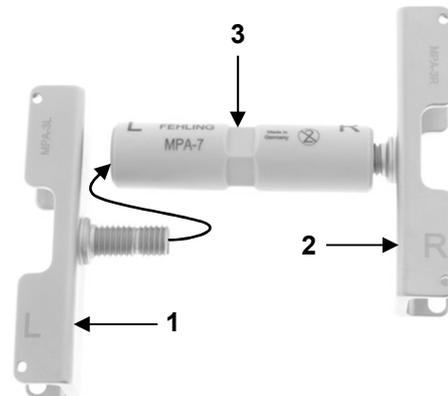

Abb. 13: Sternumoffenhalter mit einseitig montiertem Sternumblatt
Jeweils ein passendes Sternumblatt mit Linksgewinde (1) und Rechtsgewinde (2) bis zum Anschlag in die PEEK-Mutter (3) einschrauben (Abb. 13, gebogener Pfeil). Das System so ausrichten, das eine symmetrische Anordnung entsteht.